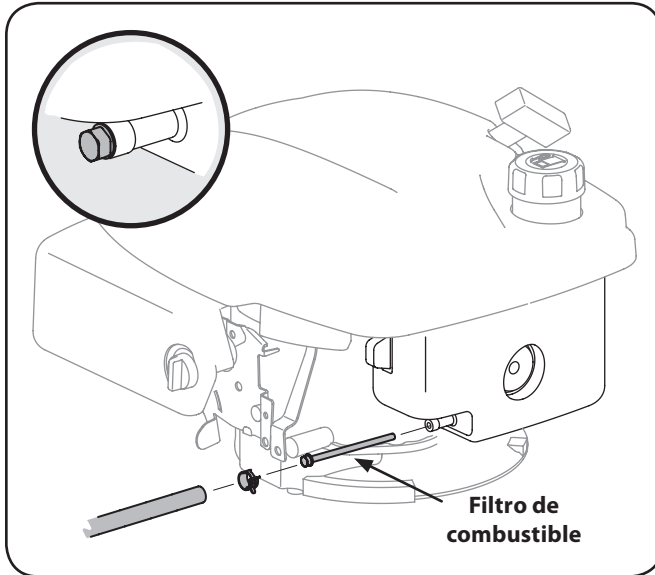

Figura 6-7
2. Quite la c-abrazadera de la línea de combustible y quite la línea de combustible de la salida de tanque. Ver la Figura 6-7.
4. Agarre el nuevo filtro de combustible a partir del final llevado a hombros e insértelo completamente al hombro en la salida de tanque. Ver la inserción de la Figura 6-7.